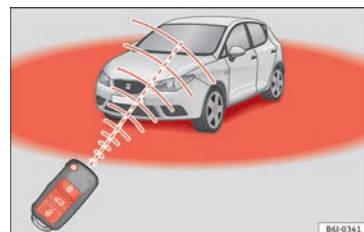

Fig. 85 Raggio d'azione del telecomando.
- Il telecomando a radiofrequenza ha un campo d'azione limitato, al di fuori del quale il suo uso non produce effetto alcuno » **fig. 85.**